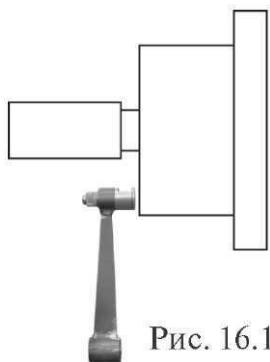

Рис. 16.1
21.1.1. Калибровка тракта измерения дистанции. Для оценки погрешности устройства ввода дистанции выдвиньте штангу ввода параметров и уприте рукоятку в задний торец фланца вала, как показано на рис. 16.1. При этом на экране ввода геометрических параметров (см. рис.10.2) появится величина дистанции. Если величина дистанции не равна 134 ± 5 мм, то устройство ввода дистанции требует калибровки.
Нажмите кнопку «MENU», в открывшемся окне MENU выберите пункт 7 «Далее», нажав кнопку 7 в верхнем ряду клавиатуры. Откроется вторая страница окна MENU (см. рис.16.1). Выберите пункт 3 «Тест», нажав кнопку 3 в верхнем ряду клавиатуры. Откроется окно ТЕСТ рис.21.1.